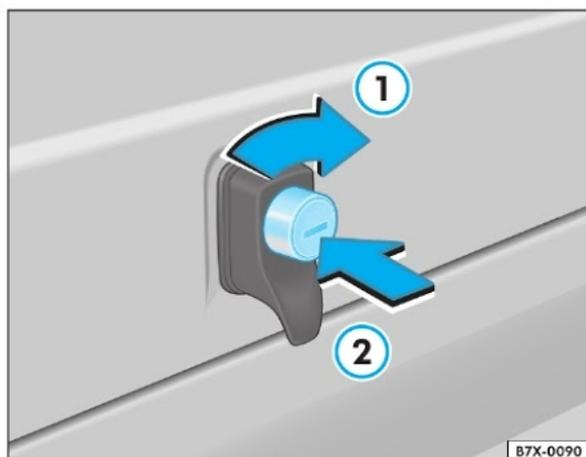
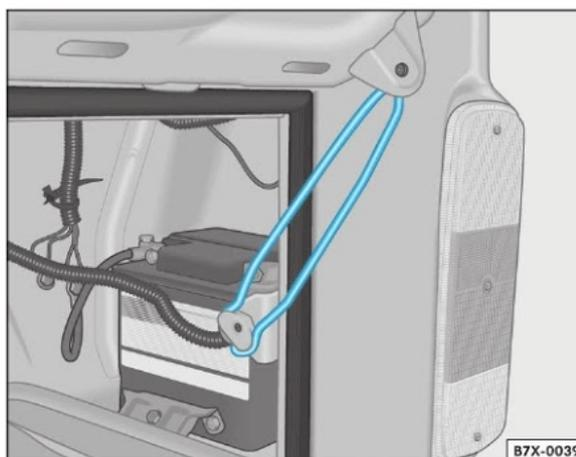

Fig. 29 Fechadura da tampa do compartimento do motor
Fig. 30 Haste de sustentação da tampa do compartimento do motor
- Introduza a chave e gire-a no sentido horário ⇒ fig. 29 ① -seta-, até destrancá-la.
- Retire a chave e pressione o cilindro da fechadura ② -seta-.
- Levante a tampa, forçando-a para cima, até o travamento total da haste de sustentação da tampa do compartimento do motor ⇒ fig. 30.